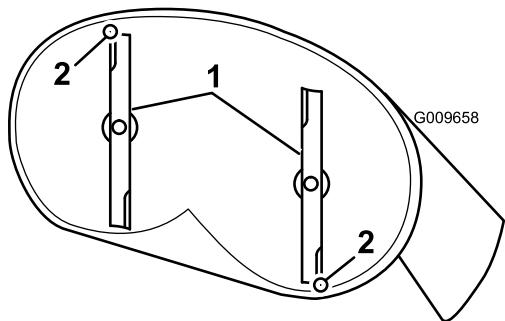

Figura 50
4. Gire cuidadosamente las cuchillas colocándolas en el sentido de avance de la máquina (Figura 50).
5. Mida entre la punta de la cuchilla delantera y la superficie plana y entre la punta de la cuchilla trasera y la superficie plana (Figura 50). Si la punta de la cuchilla delantera no está entre 1,6 y 7,9 mm más baja que la punta de la cuchilla trasera, ajuste la contratuerca delantera.
1,6–7,9 mm más baja que la punta de la cuchilla más atrasada (Figura 50).